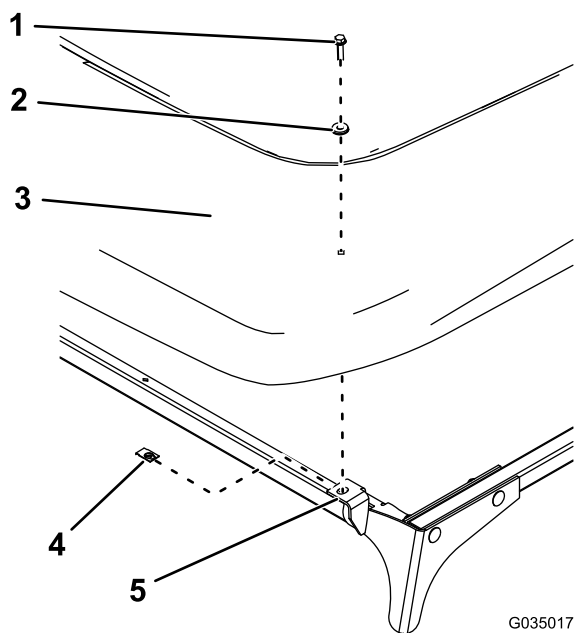

图15
17. 如图15所示，用 2 个夹子、2 个密封垫圈和 2 个六角头螺栓 (1/4 x 1 英寸) 将遮阳篷安装到前安装板上。